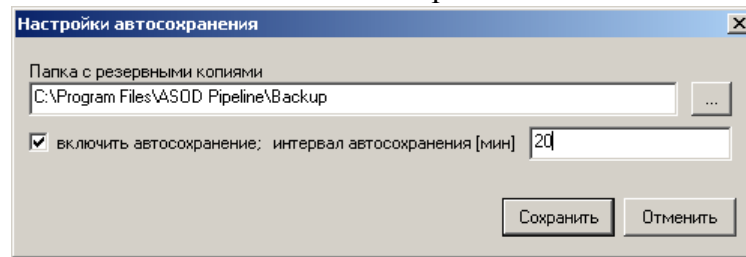

Рис. 3.2.3.3. Настройки автосохранения
13. *Настройка автосохранения* – включение / выключение функции, указание интервала времени для сохранения трубопровода файл и размещения файлов на компьютере (см. рис. 3.2.3.3.). Для каждого трубопровода предусмотрено хранение двух последних файлов с именем «!IsoTmp–название установки – № по перечню – название трубопровода (первые